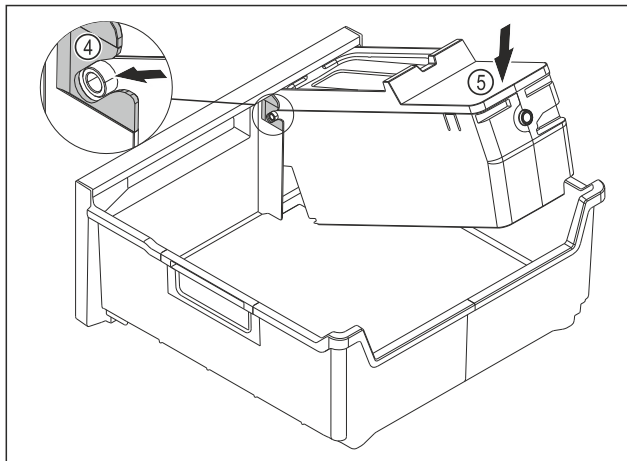

Fig. 95
- ▶ Montare il corpo dell'EasyTwist-Ice: Inserire gli assi del corpo dell'EasyTwist-Ice nelle guide Fig. 95 (4).
- ▶ Spingere il corpo dell'EasyTwist-Ice Fig. 95 (5) posteriore verso il basso.